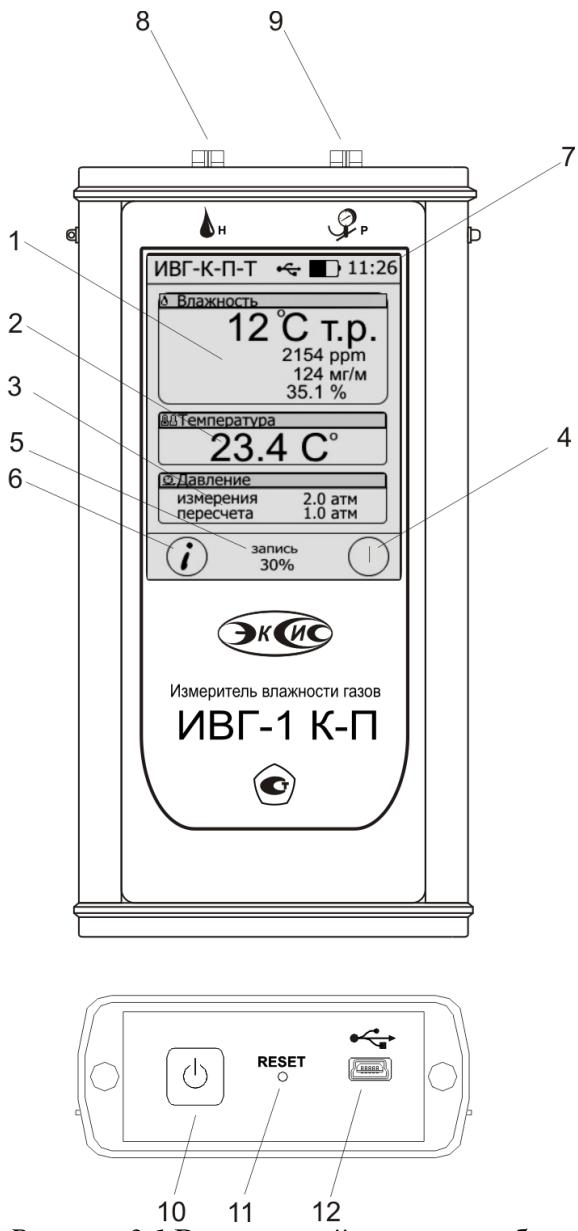
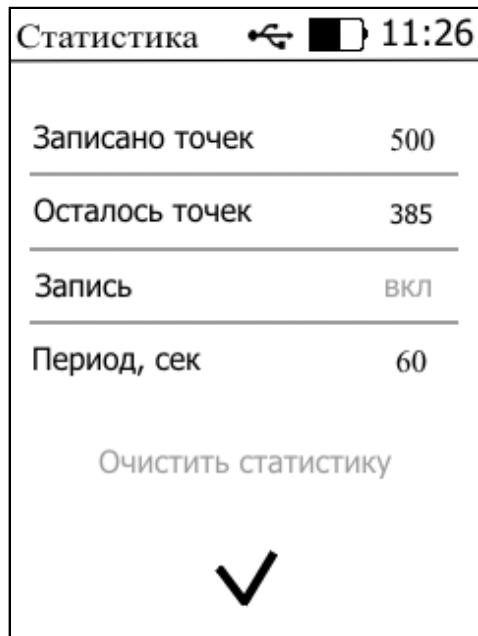

Рисунок 3.1 Вид лицевой панели прибора
Рисунок 5.2 Меню «Статистика»
Состояние записи статистических данных в прибор отображается в области «Статистика» рис.3.1 поз.5. в нижней части дисплея, вызов меню настроек записи статистики осуществляется нажатием на эту область (Рисунок 5.2).
**ВАЖНО:** Пересчитанные значения влажности начнут отображаться только после переключения прибора в режим индикации пересчитанных значений. Для переключения режимов следует нажать на область индикации влажности (рисунок 3.1, поз.1), при этом в названии области рядом со значком появится значок , это означает, что режим пересчета включен. Для отключения режима пересчета следует повторно нажать на область индикации влажности, при этом пропадет значок и на показания влажности не будут влиять ни введенные коэффициенты, ни измеренное давление.